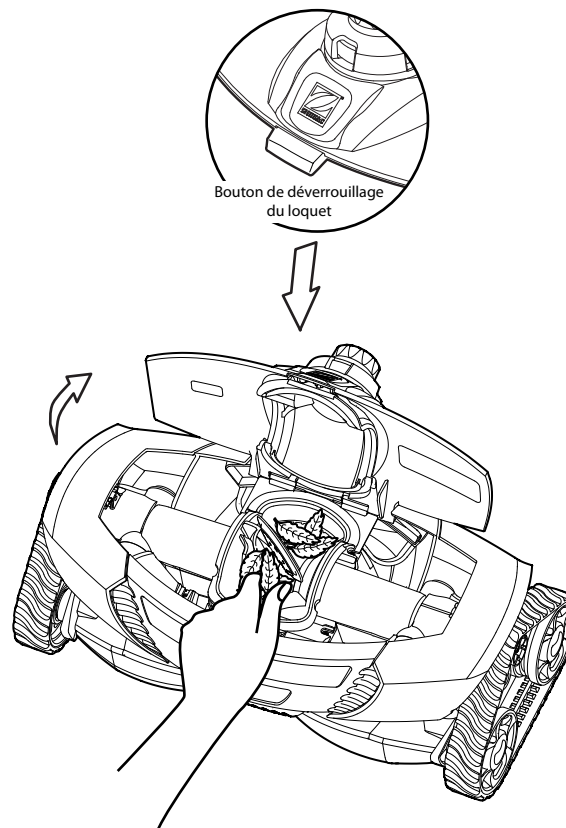

Figure 10
- 1) Poussez le bouton de déverrouillage du loquet sur le dessus du nettoyeur (voir a figure 10).